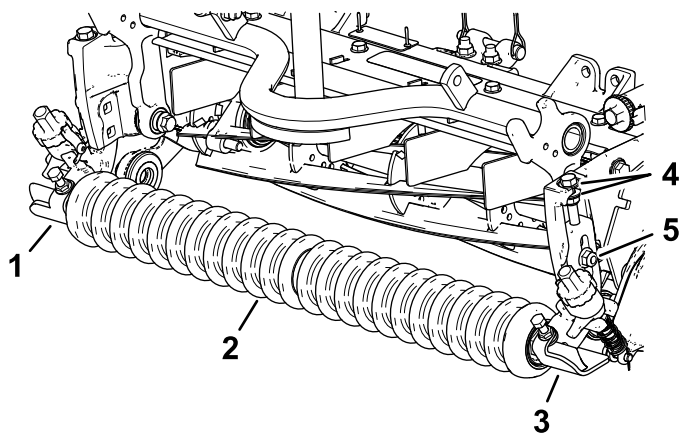

Figura 10
- Instale provisionalmente los conjuntos de soporte ADC izquierdo y derecho y el conjunto de rodillo delantero en las chapas laterales de la unidad de corte usando los pernos de cuello cuadrado que retiró anteriormente (Figura 10).